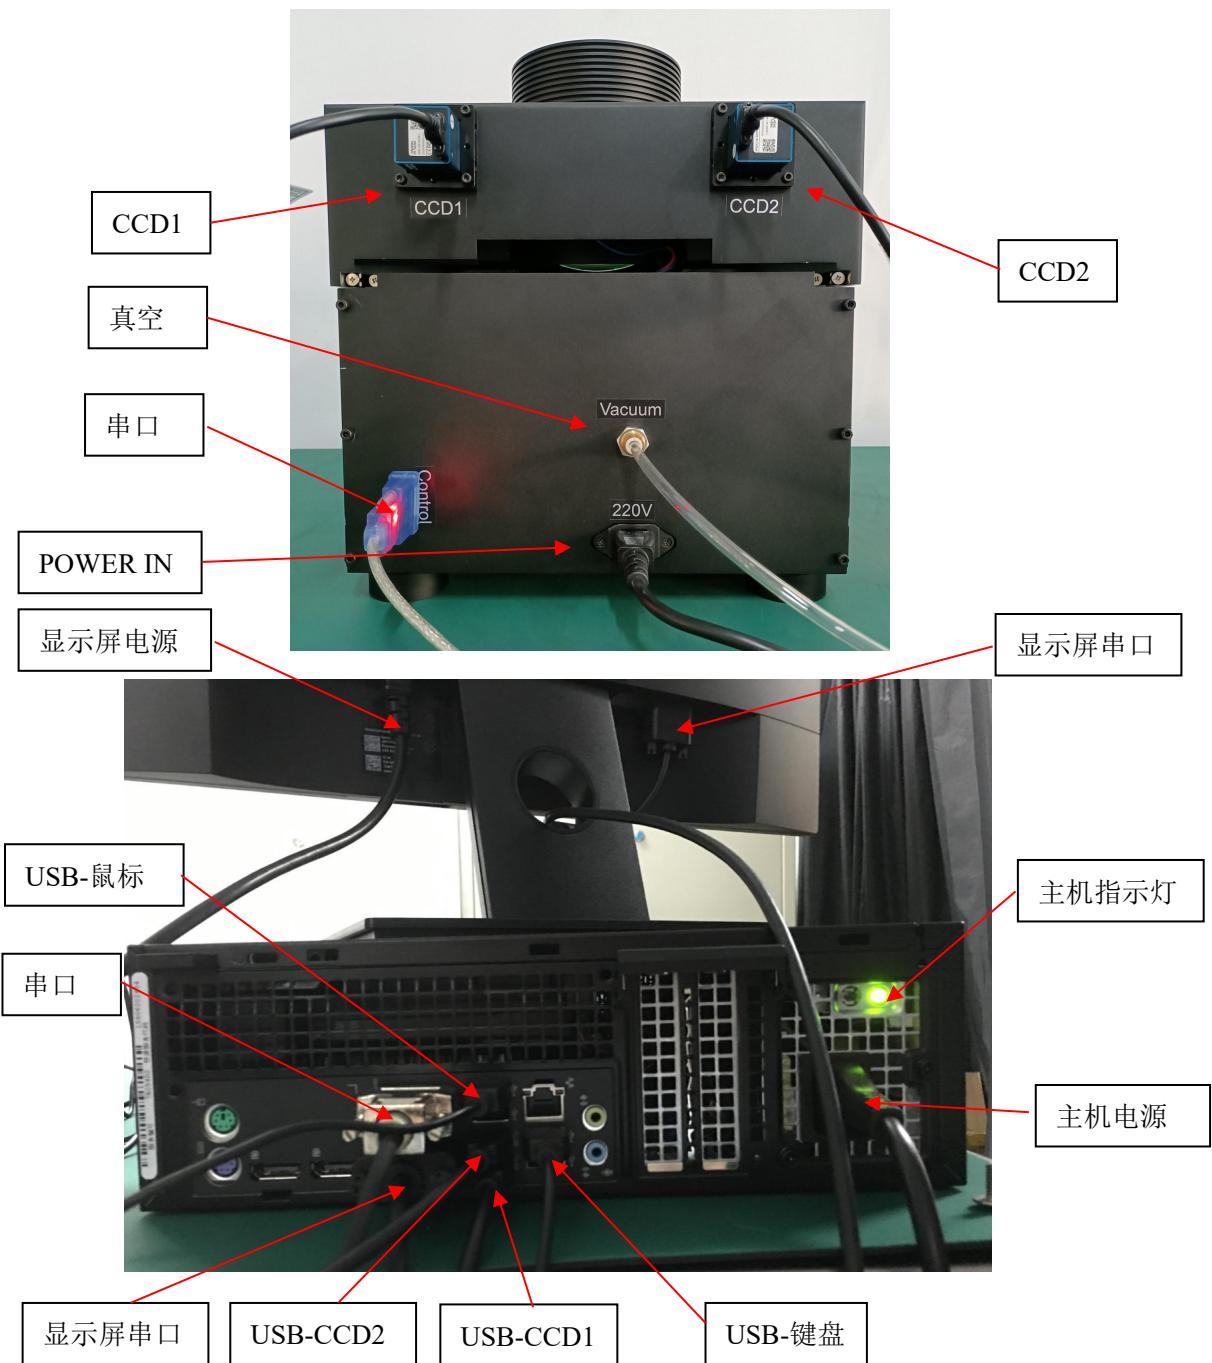

图 8 设备连线图
(4)、如图 8 所示，连接好设备的外部线缆。
检查真空泵是否开启，如真空泵已经打开，检查是否打开了控制面板上的“掩模”键，检查是否安放了掩模或者掩模安放位置是否正确；同时检查承片台上是否有样片，且检查样片是否放正，如仍有问题，打开图 8 盖板，检查箱内是否有漏气。